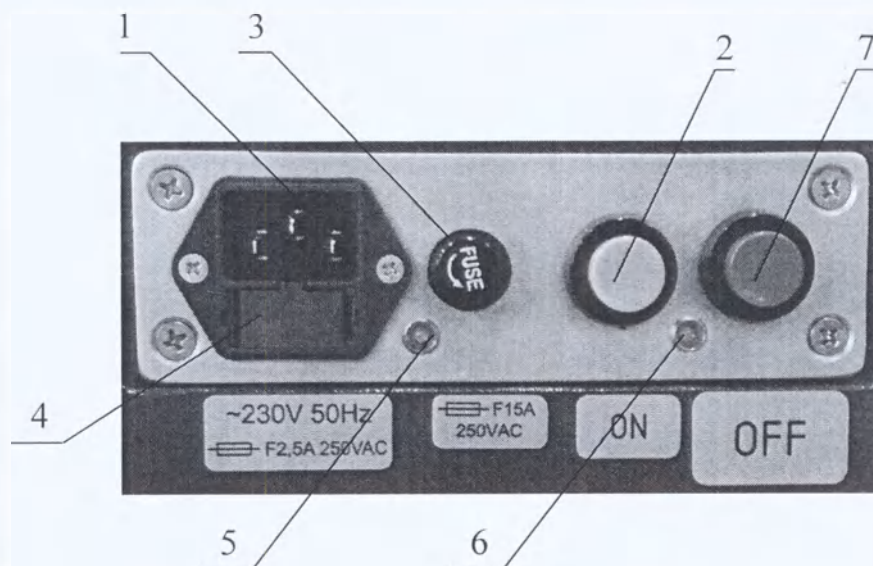
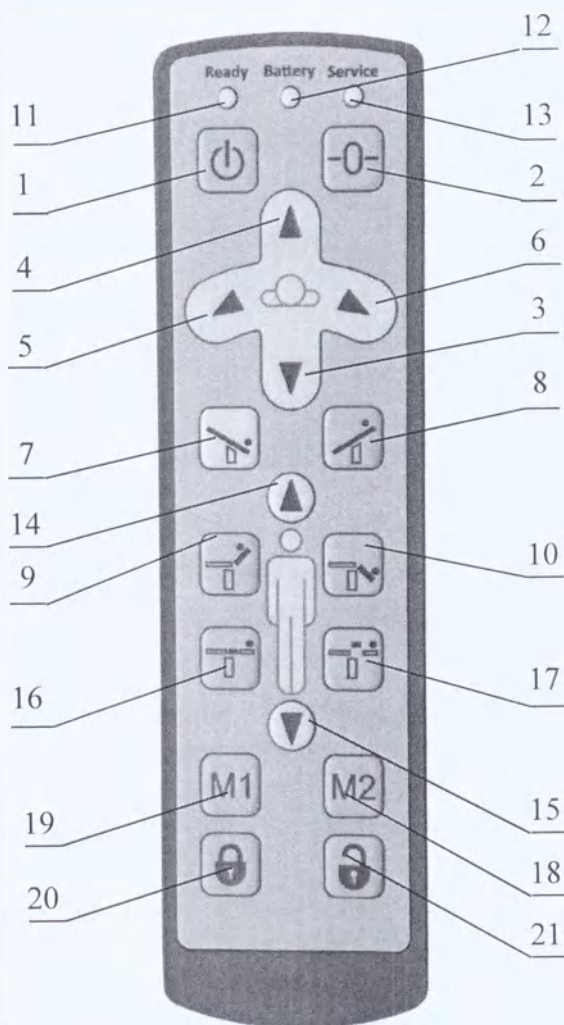

Рисунок 4 – Панель питания.
Рисунок 5. Назначение кнопок на пульте управления.
9.5 В держатель предохранителя 3, расположенный на панели питания (Рисунок 4) установите предохранитель 15А. Для этого необходимо выкрутить держатель предохранителя, открутив его в направлении против часовой стрелки, установить предохранитель, и закрутить держатель в обратном направлении.
9.8 На панели питания (Рисунок 4) нажмите кнопку 2. При этом загорится светодиодный индикатор 6. Стол готов к работе.
Для предотвращения саморазряда аккумуляторных батарей, и для поддержания стола в состоянии постоянной работоспособности, необходимо после окончания работы отключать стол, нажав кнопку 7 (Рисунок 4).
10.1 Для включения пульта нажмите и удерживайте 3 секунды кнопку 1 «OFF/ON» (Рисунок 5) пульта управления. Должен загореться индикатор 11 зеленого цвета. Пульт автоматически отключается после 1 мин в состоянии покоя.
10.2 На пульте управления индикатор зарядки батарей 12 (Рисунок 5) должен гореть зеленым цветом. Если индикатор 12 горит желтым цветом, это означает, что аккумуляторные батареи частично разряжены. При полностью разряженных батареях индикатор 12 начинает мигать и при этом раздаётся прерывистый звуковой сигнал. **В таком режиме работать ЗАПРЕЩЕНО.** Необходимо перейти на работу от сети питания 230V, 50Hz, вставив один конец съёмного шнура питания в разъём 1 (Рисунок 4), а второй – в сеть питания $\sim(230\pm23)V$, $(50\pm0,1)$ Гц.
ВНИМАНИЕ! Зарядка аккумуляторных батарей должна проводиться при включенном столе. При этом должны гореть оба светодиодных индикатора 5,6 на панели питания (Рисунок 4) и индикатор 12 на пульте управления (Рисунок 5) должен мигать зеленым цветом. Если индикаторы 5,6 не горят, нажмите кнопку 2 на панели питания (Рисунок 4).
10.3 Установка стола в рабочее и транспортное положения, наклоны спинной секции, выдвижение почечного валика, подъем и опускание панели стола, продольный наклон (в головную или ножную стороны), боковой наклон панели, а также продольный сдвиг панели осуществляется при нажатии соответствующих кнопок пульта управления. Рисунок 5 поясняет назначение кнопок пульта управления.
Возможно запрограммировать и запомнить любые другие два положения панели, необходимые врачу, используя следующие движения: наклоны по Тренделенбургу и анти-Тренделенбургу, боковые наклоны, наклоны спины. Для этого установите панель в нужное положение, нажмите и удерживайте кнопки 1 затем M1 (M2) (Рисунок 5). Индикатор 13 замигает красным цветом. Это означает, что новое положение панели стола запрограммировано.
В столе предусмотрена кнопка аварийной остановки, размещенная в верхней части колонны (Рисунок 9). При возникновении аварийной ситуации или самопроизвольного движения стола необходимо нажать на кнопку, при этом отключится электропитание стола. Для продолжения работы нажмите кнопку 2 на панели питания (Рисунок 4).